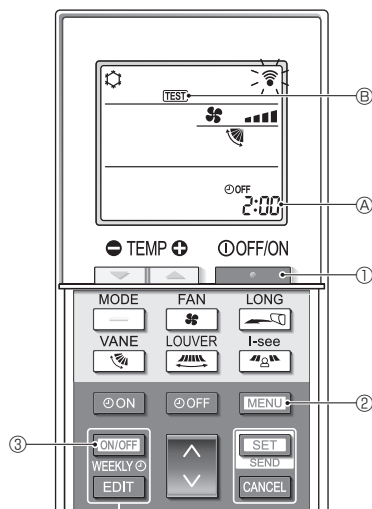

Fig. 7-5
■ Prueba de funcionamiento (Fig. 7-5)
- Pulse el botón **[ON/OFF]** ① para detener el acondicionador de aire.
- Si el temporizador semanal está activado (se muestra **WEEKLY**), pulse el botón **[ON/OFF WEEKLY]** ③ para desactivarlo (no se muestra **WEEKLY**).
- Pulse el botón **[MENU]** ② durante 5 segundos.
- Pulse el botón **[MENU]** ②.
- Se muestra **TEST** ⑥ y la unidad entra en el modo de prueba de funcionamiento.